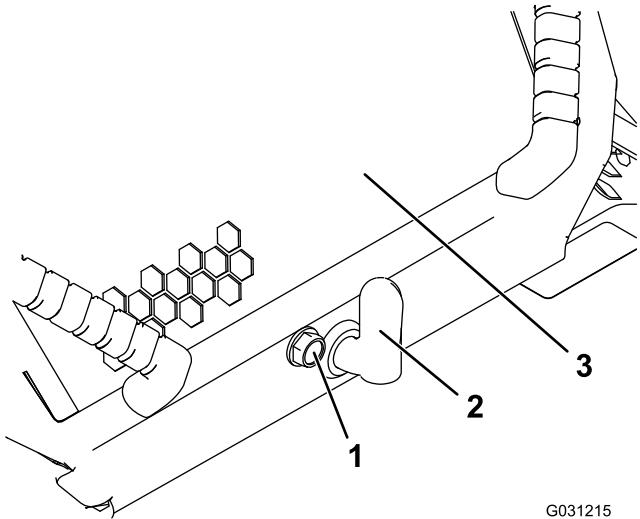

Figure 36
1. Desserrez la vis de verrouillage du capot (Figure 36).
2. Tournez le verrou du capot dans le sens horaire (Figure 36).
3. Soulevez les poignées et relevez le capot (Figure 36).
3. Serrez la vis de verrouillage du capot pour fixer le verrou (Figure 36).